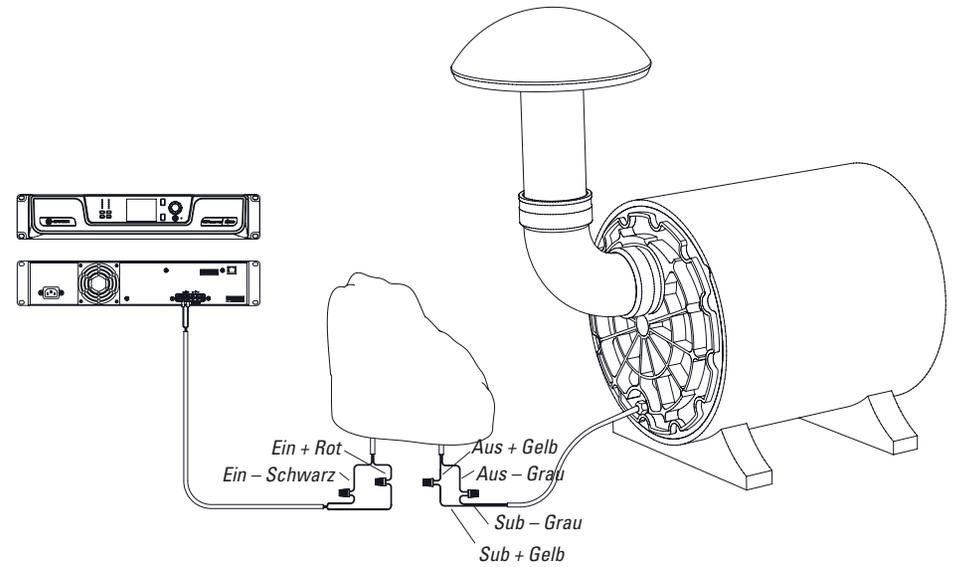

Abbildung 32
2. Den Transformator im Stein-Stil (Abbildung 32) auf dem Boden nahe genug am Subwoofer positionieren, damit er mit dem Anschlussdraht erreichbar ist.